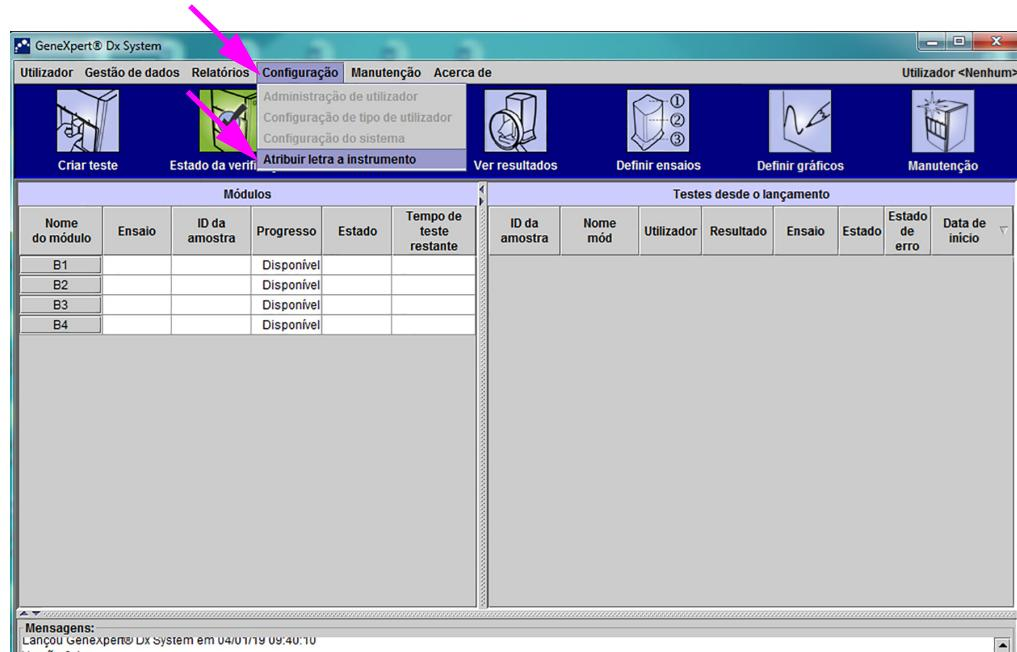

Figura 2-56. Janela do sistema GeneXpert Dx mostrando o menu pendente Configuração
4. Na janela GeneXpert Dx System, clique em **Configuração** na barra de menus e, em seguida, seleccione **Atribuir letra a instrumento**. É apresentada a caixa de diálogo Atribuir letra a instrumento. Consulte a figura 2-56. Ao mesmo tempo, os indicadores LED verdes dos quatro módulos que constituem o quadrante seleccionado ficarão intermitentes.